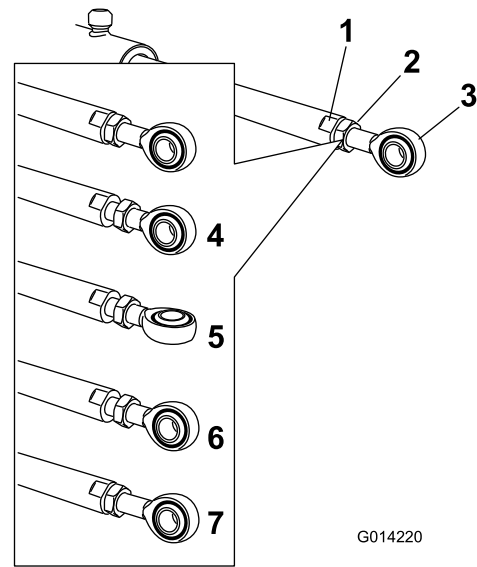

Figura 84
5. Coloque una llave plana sobre las zonas planas del émbolo del actuador para inmovilizarlo, luego afloje la contratuerca para poder manipular la varilla de ojal (Figura 84).
6. Gire la varilla de ojal en el émbolo del actuador para acortar o alargar el actuador extendido a la posición deseada (Figura 84).